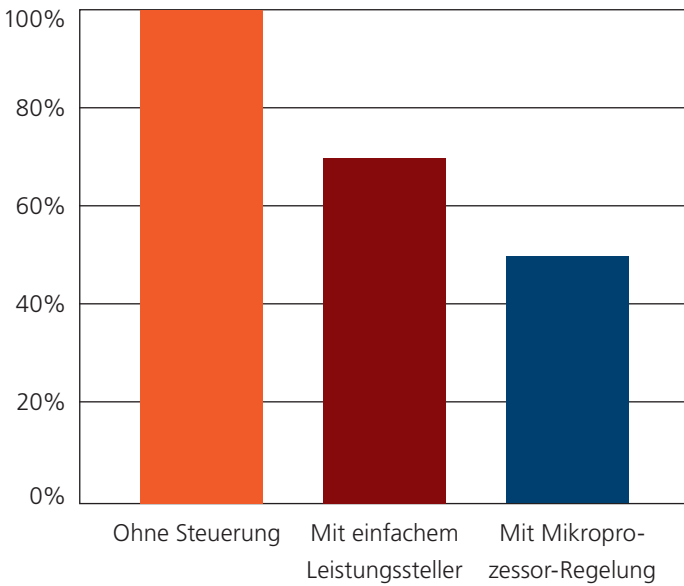

Abb. 4: Elektrizitätsverbrauch von selbstregelnden Heizbändern, je nach Steuerung.
- Moderne Mikroprozessor-Steuerungen sind bei der Warmhaltung von Warmwasserleitungen einfachen elektronischen Leistungsstellern überlegen und erzielen Einsparungen bei den Stromkosten, die die Mehrkosten in wenigen Jahren überwiegen. Abb. 4 illustriert das Einsparpotenzial bei Warmwasserverteilsystemen.
- Zusätzlich zur Optimierung der Haltetemperatur ermöglichen Mikroprozessor-Steuerungen (Abb. 4) auch temporäre Temperaturabsenkungen, z.B. indem die Steuerung die